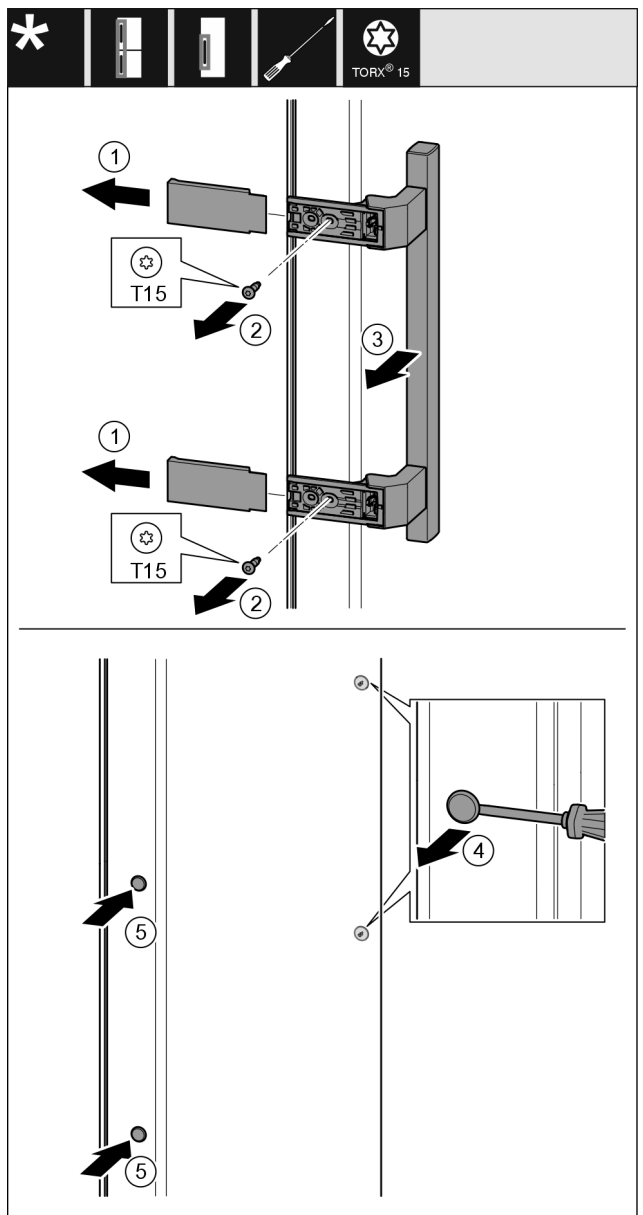

Fig. 20
- Abdeckung Fig. 20 (1) abziehen.
- Schrauben Fig. 20 (2) mit Schraubendreher herausdrehen.
- Griff Fig. 20 (3) abnehmen.
- ▶ Seitlichen Stopfen Fig. 20 (4) vorsichtig mit einem Schlitzschraubendreher anheben und herausziehen.
- ▶ Stopfen Fig. 20 (5) auf der anderen Seite wieder einsetzen.